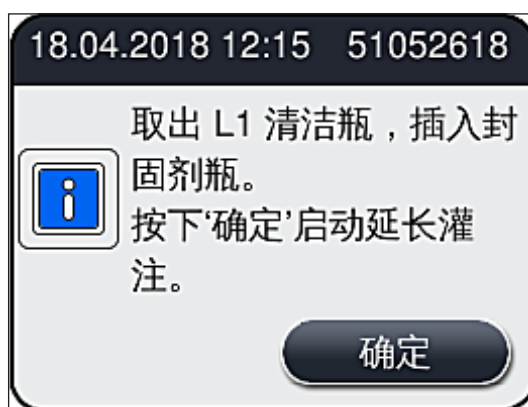

图 105
- » 随后,提示用户从仪器中取出清洁瓶并插入装有封片剂的新瓶。插入后,使用**确定**确认信息消息 (→ 图 105)。请根据实验室规定处理清洁瓶中的废液。